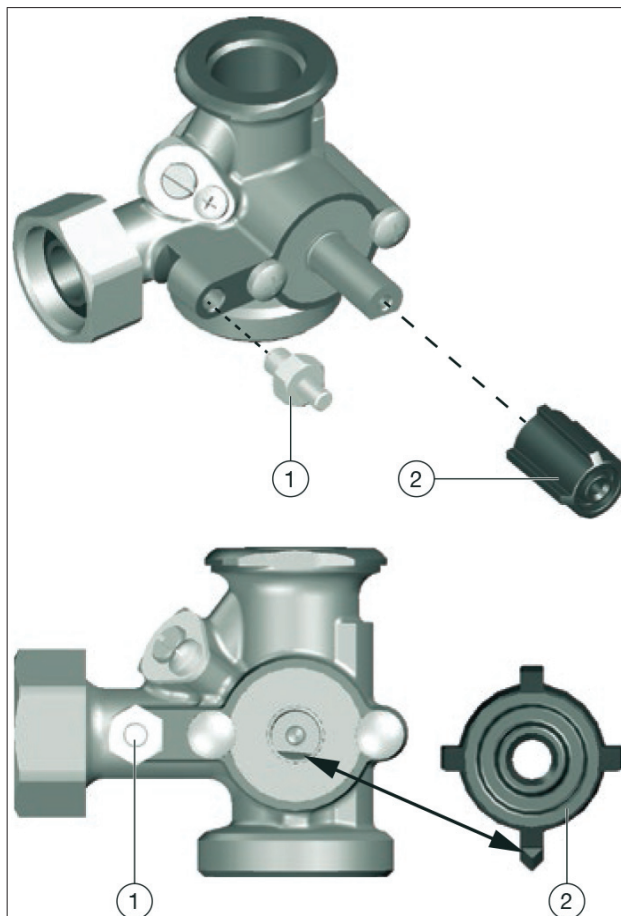

Рис. 3: Установка
1. Проверьте положение вентильной вставки смесителя. Ее плоская сторона должна указывать вниз и быть выровнена по горизонтали (см. рис. 3 на стр. 9).
2. Прилагаемый к сервомотору адаптер (поз. 2, рис. 1 на стр. 7) надеть на вентильную вставку смесителя. Убедитесь, что заострение ребра адаптера направлено вниз (см. рис. 3 на стр. 9).
3. Стопор вращения (поз. 1, рис. 1 на стр. 7) закрутить на корпусе смесителя (см. рис. 3 на стр. 9).